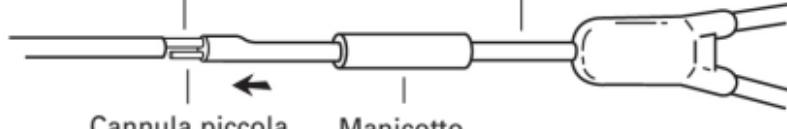

Fig. 3
- L'estremità del catetere sostitutivo presenta una cannula metallica precaricata piccola (estremità più corta) ed una grande (estremità lunga). Far scivolare la cannula metallica lunga leggermente nel lume più grande del catetere. (Fig. 3)